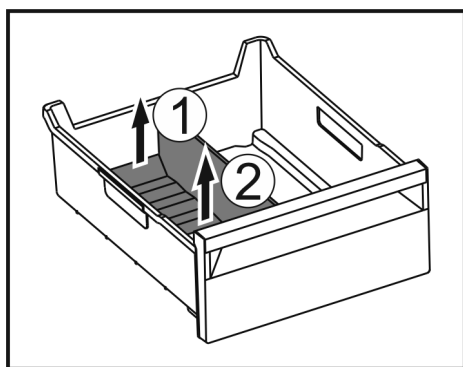

Fig. 170
- Підняти задню частину перегородки відділення для льоду. Fig. 170 (1)
- Вилучити перегородку рухом вгору. Fig. 170 (2)